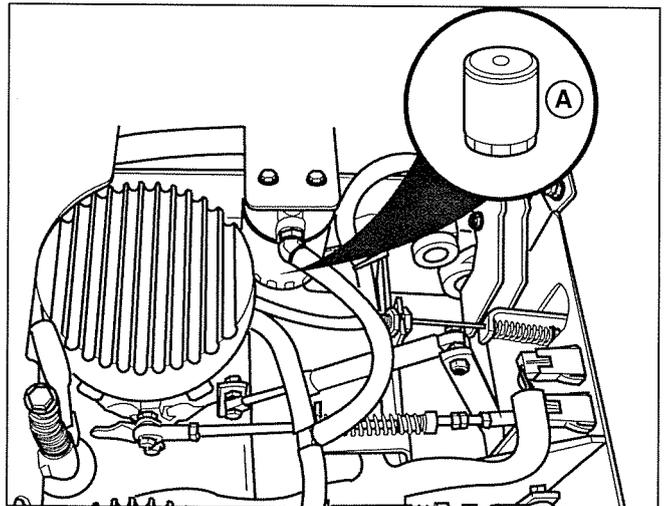

Figure 27. Changement du filtre à huile hydraulique
1. Repérer le filtre à huile de transmission (A, figure 27).